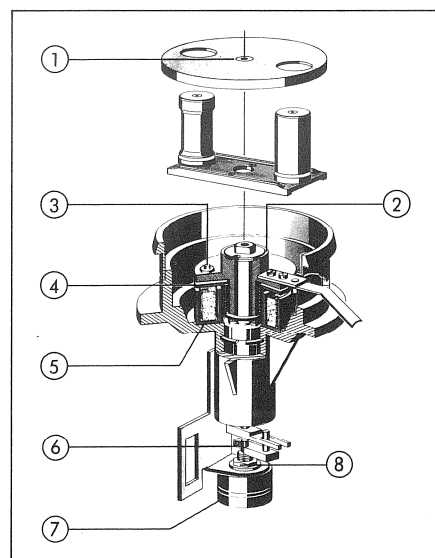

Fig. 3.6.1
Schraube [1] (siehe Fig. 3.6.1) die
ing screw (1) (see Fig. 3.6.1).
- Gravierte Bandzugwaagendeckel montieren und vor dem Festziehen der Schraube [1] die Potentiometerkuppelung [6] gegen die Bandzugwaagen-Ruhestellung drücken (siehe Fig. 3.6.1).